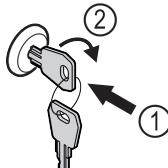

Fig. 164
- Вдавити ключ. Fig. 164 (1)
- Повернути ключ на 90° за годинниковою стрілкою. Fig. 164 (2)